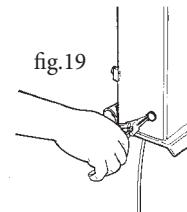

fig.19
- Togliere il "seeger" con pinze apposite e sfilare il perno (fig.19).
- Remove the "seeger" with pliers and remove the pin (fig. 19).
- Oter le "seeger" avec les pinces prévues et désenfiler le pivot (fig.19).
- Den "Seeger" mit der entsprechenden Zange entfernen und den Zapfenherausziehen (Abb. 19).
- Quite el "seeger" con las pinzas especiales y extraiga el pasador (fig.19).